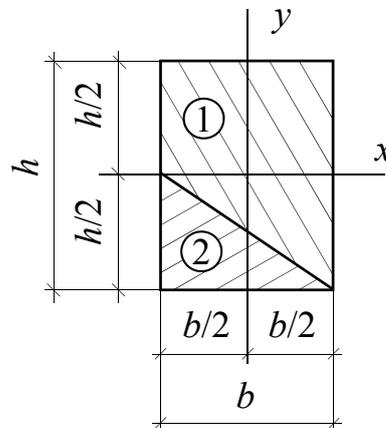

Рис. 1
6. Сравните абсолютные значения статических моментов двух фигур, составляющих прямоугольник, относительно центральных осей x и y прямоугольника (рис. 1).